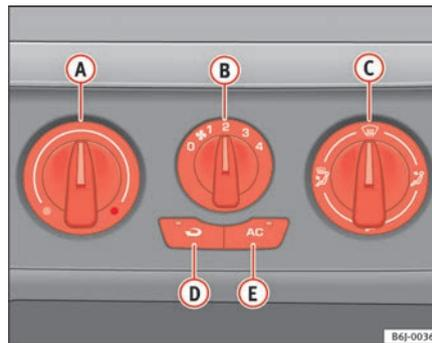

Fig. 91 Mandos del Aire Acondicionado en el tablero de instrumentos
- Desconecte el sistema de refrigeración con la tecla ⇒ fig. 91 **AC** (se apaga el testigo de la tecla).
Con la recirculación de aire en marcha ⇒ página 128, fig. 91  (se enciende un testigo en la tecla), se evita que los malos olores del exterior, por ejemplo, al atravesar un túnel o en un atasco, penetren en el habitáculo.